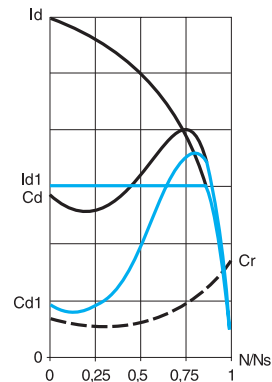

Рис. 1
■ На рис. 1 приведена зависимость момента от тока при пуске. Ограничение пускового тока  $I_{d1}$  определенным значением  $I_{d1}$  вызывает уменьшение пускового момента  $C_{d1}$ , практически равного квадрату отношения токов  $I_{d1}$  и  $I_d$ .